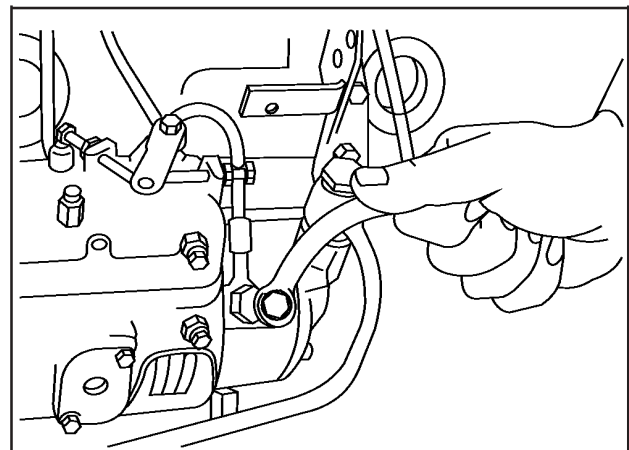

FIG 19
6. Afrouxe seis voltas a válvula de sangria, **Fig. 19** e dê a partida no motor. Assim que o combustível sair sem bolha, fixe-a a um torque de 9 Nm (0,9 kgf . m) (6,6 lbf . pé).